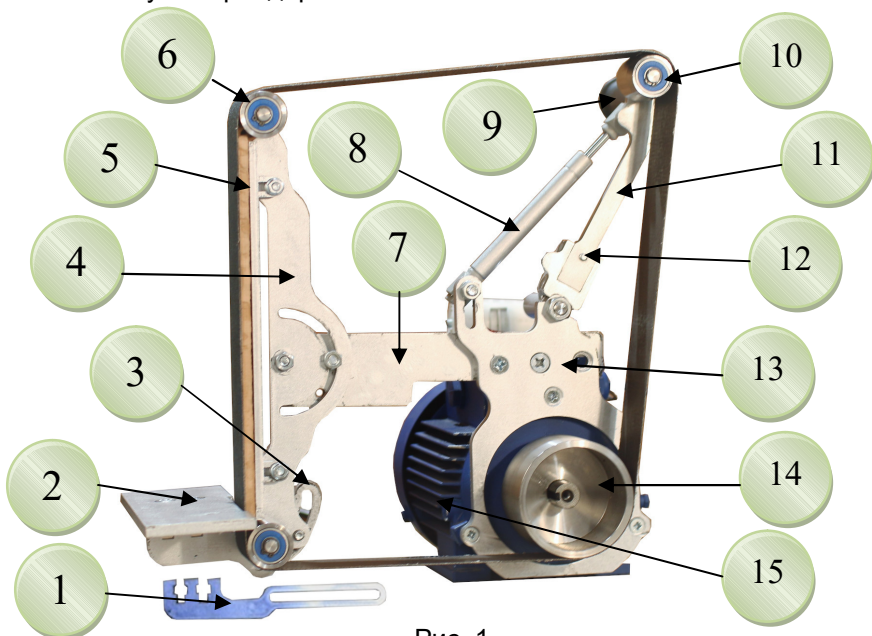

Рис. 1.
-Основные узлы гриндера «ХОЗЯИН» MG-1250 обозначены на Рис.1: